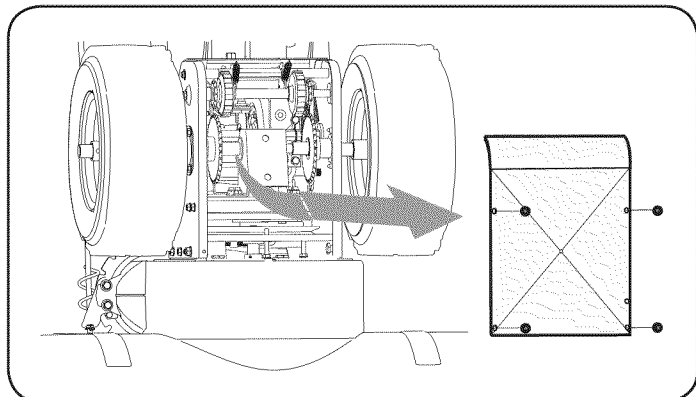

Figura 24
Al menos una vez por temporada o después de cada 25 horas de funcionamiento, lubricar todas las cadenas, piñones, engranajes, rodamientos, ejes, y el mecanismo de desplazamiento. Utilice aceite de motor o un aerosol lubricante. Refiérase a la figura. 24.
2. Retire el marco de la cubierta inferior de la nieve lanzador mediante la eliminación de los tornillos autorroscantes que aseguranlo. Consulte la Figura 24.